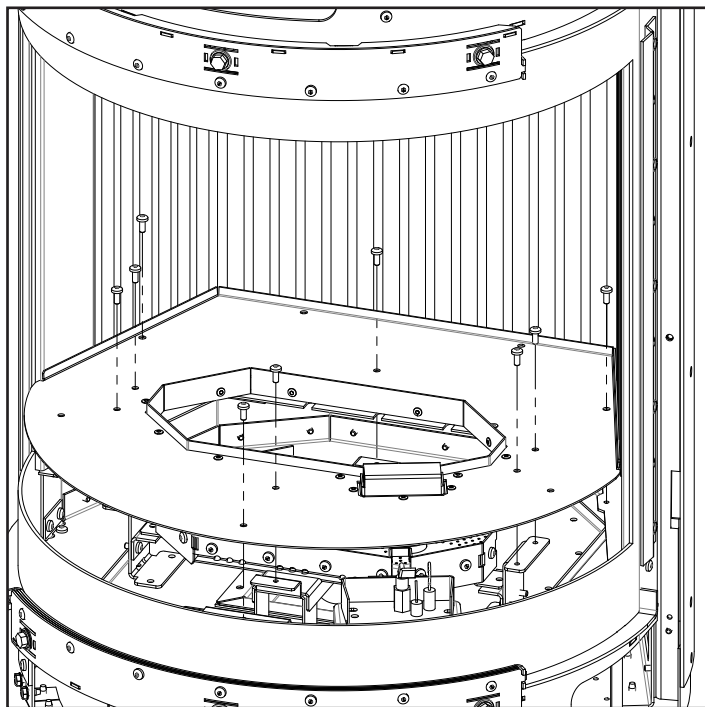

Figure 43: Retrait de la plate-forme du brûleur
Pour retirer le brûleur, retirez d'abord le cadre de la porte et la vitre (reportez-vous à la page 17 et la page 18 pour les détails). Retirez les neuf (9) vis fixant la plate-forme du brûleur à l'aide d'un tournevis T20 (voir la Figure 43).